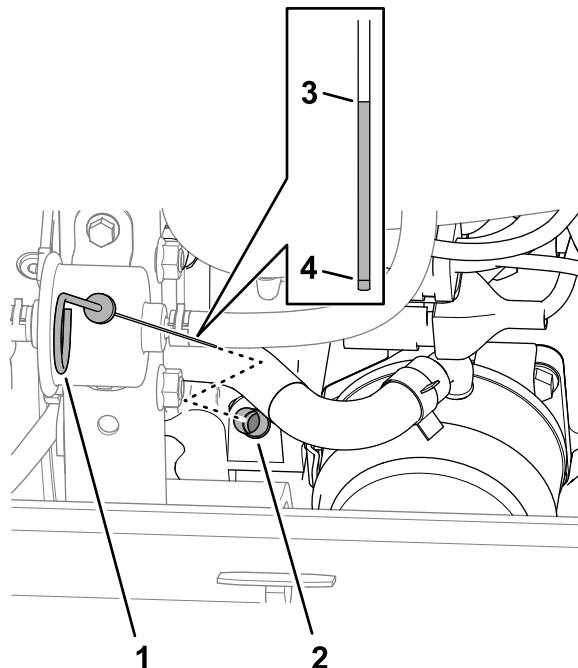

Bild 112
- Entfernen Sie den Ölpeilstab aus dem Peilstabrohr (Bild 112) und wischen Sie ihn mit einem sauberen Lappen ab.